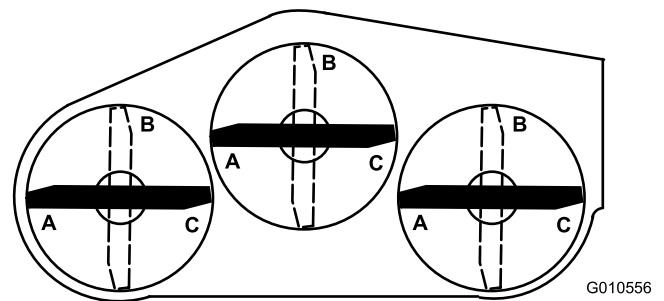

Figura 24
5. Posicione as 3 lâminas na posição A (Figura 24) e meça a partir da superfície nivelada até ao fundo da extremidade da ponta de cada lâmina (Figura 25).
6. Anote a medida obtida em A, rode as lâminas para a posição B (Figura 24), meça a distância de todas as lâminas até a superfície nivelada e anote as dimensões (Figura 25).
7. Rode as lâminas para a posição C, meça e anote a distância medida (Figura 24 e Figura 25).